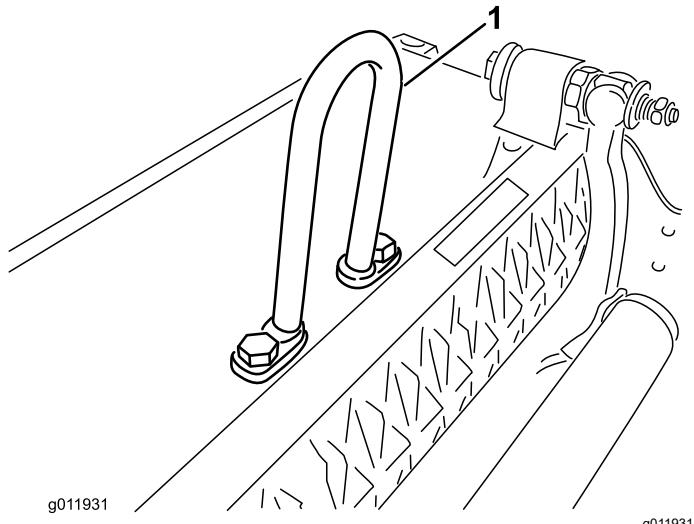

Figure 5
- Un **anneau de levage** (réf. 105-5740), comme montré à la Figure 5, est nécessaire pour les Greensmaster 3000, 3000-D, 3050, 3100, 3150 et 3150-Q (il est fourni avec les Greensmaster ci-dessus).